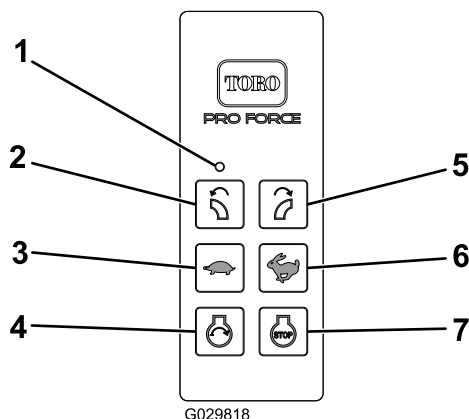

图13
4. 只有在“发动机开始启动条件”处于活跃状态时按下“启动”按钮，“发动机启动”才会通电。仅在执行以下“发动机开始启动顺序”后，“发动机开始启动条件”才会处于活跃状态（图13）：